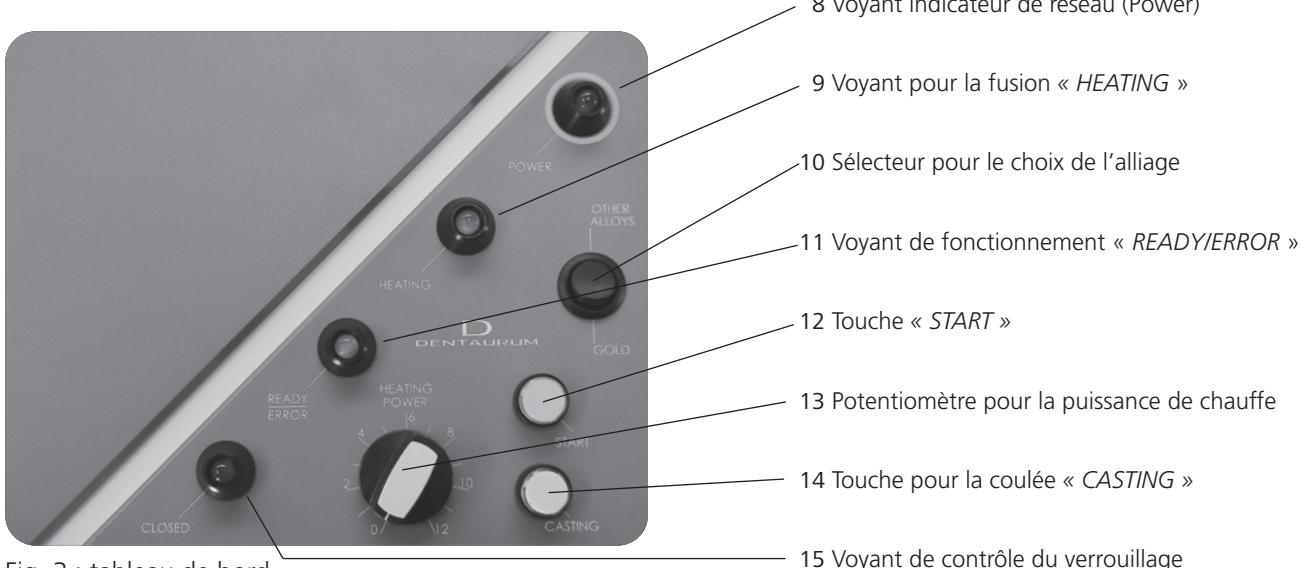

Fig. 3 : tableau de bord
- La bobine à induction (fig. 4, pos. 18), source de l'énergie thermique, se situe dans la région inférieure de la chambre, elle est conduite vers le haut après le positionnement du bras de la fronde en actionnant la touche « *START* » (fig. 3, pos. 12).
- Le processus de fusion est achevé par l'actionnement de la touche « *CASTING* » (fig. 3, pos. 14).
- Lorsque la circulation d'eau est correcte, le voyant vert de fonctionnement « READY/ERROR » (fig. 3, pos. 8) s'allume.